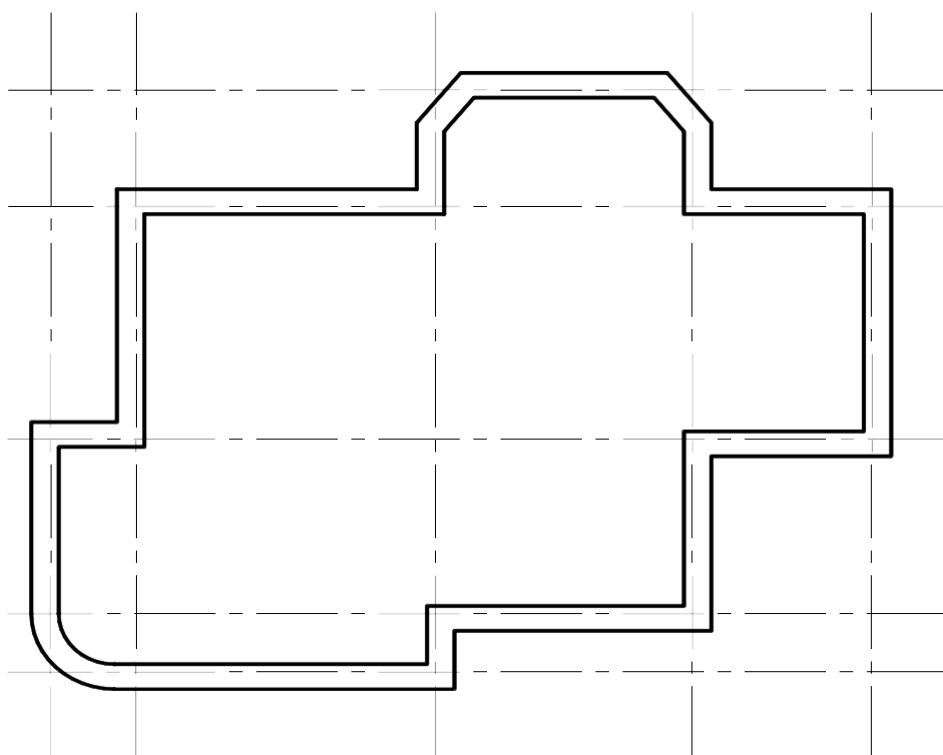

Рисунок 9 – Вычерчивание наружных стен
- 4 Вспомогательный контур наружных стен удалить (рис. 9).